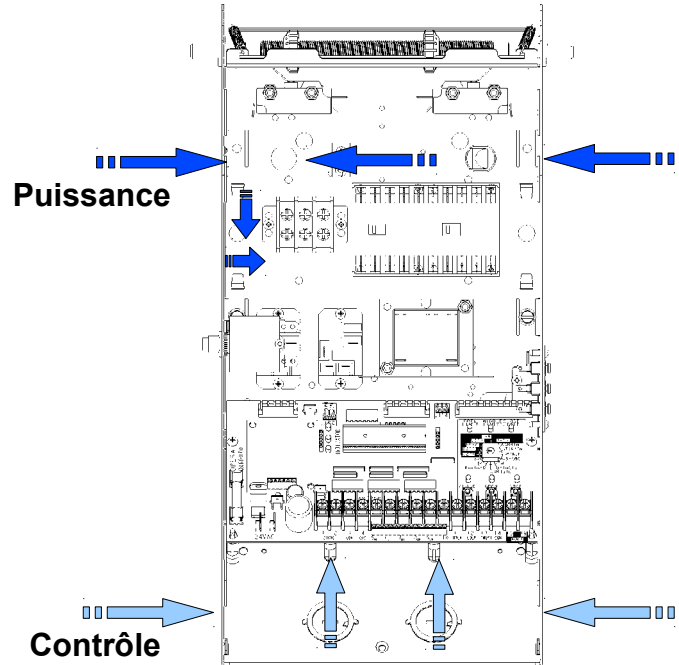

Figure 1 - Branchement basse tension (contrôle) et haute tension (puissance)
1. Disposer le circuit de puissance soit à la droite ou à la gauche de l'enceinte de contrôle, comme illustré à la Figure 1.
2. Disposer les fils de contrôle, comme illustré à la Figure 1. GARDER SÉPARÉES BASSE ET HAUTE TENSIONS.